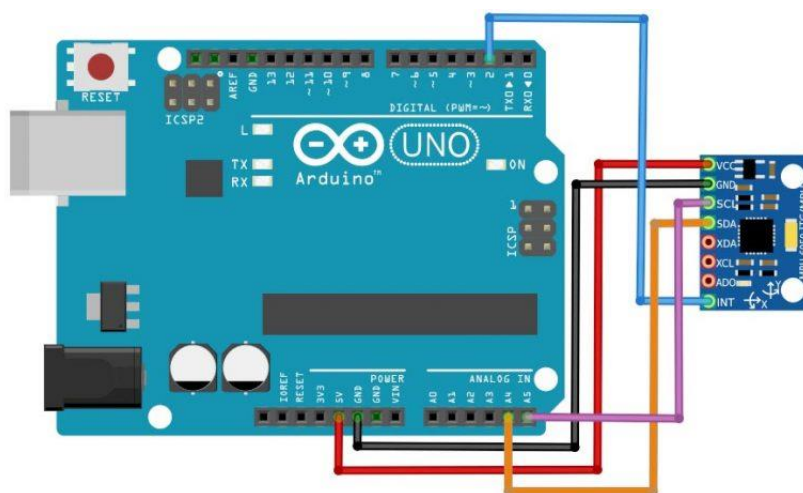

Рис. 6. Схема підключення MPU6050 до Arduino Uno
12. Підключити модуль з акселерометром-гіроскопом MPU6050 до Arduino Uno згідно рис. 6.